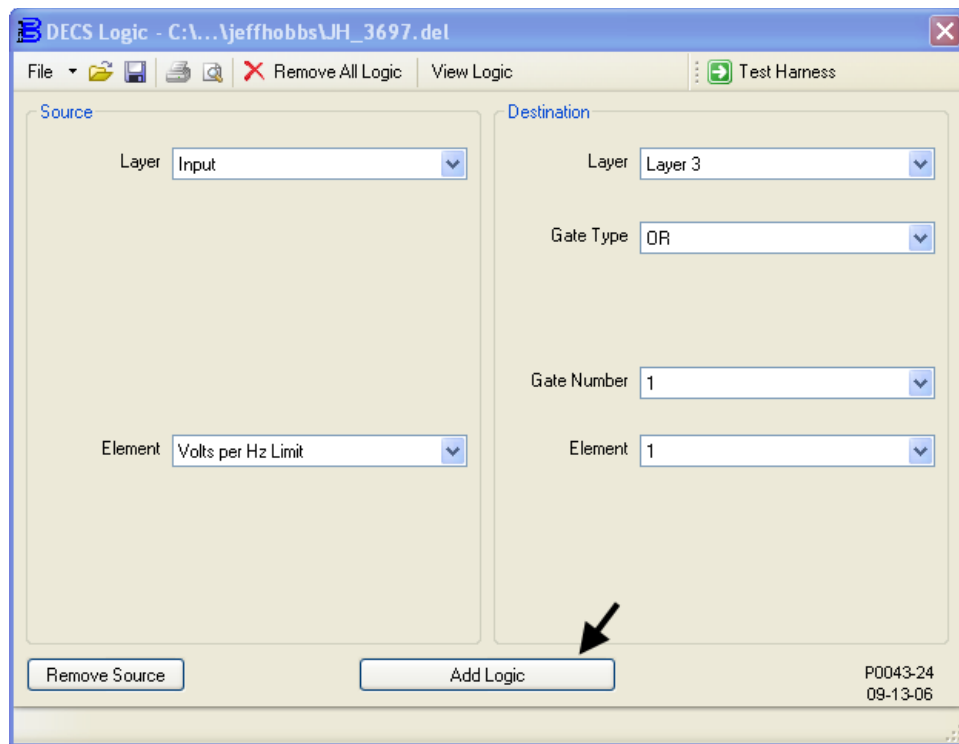

Figure 9-20. Ajout de Layer3 InputBuffer.Volts per Hz Limit ---> Layer3.Or1.Input1
1. Les paramètres de la fenêtre Logique du DECS associés à cette étape sont illustrés sur la Figure 9-20. Connectez le tampon d'entrée Protection active V/Hz de l'entrée 1 de la porte 1 OR sur la couche logique 3. Dans le Tableau 9-2, cette association est identifiée par le code logique suivant : « DESTINATION: Layer3 – InputBuffer.Volts per Hz Limit → Or1.Input1 ».